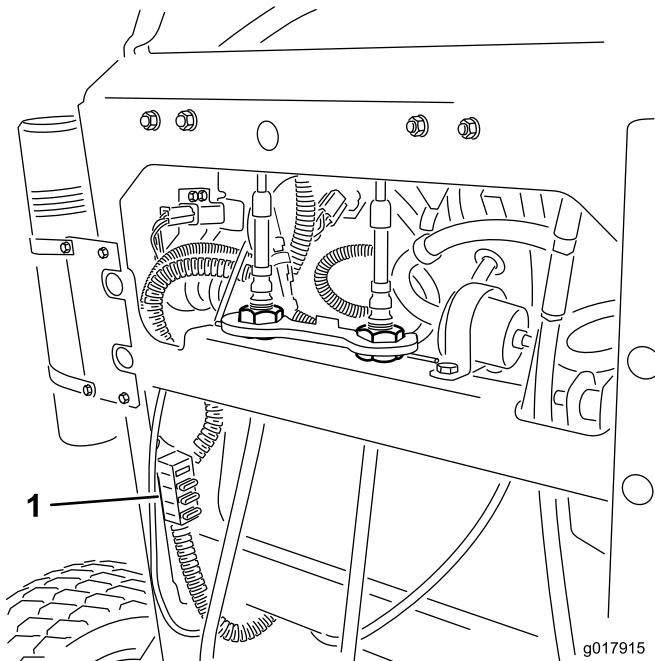

Figure 53
- Tirez le fusible pour le sortir ou le remplacer (Figure 53).
Remarque: Veillez à utiliser un fusible du bon calibre Figure 53.